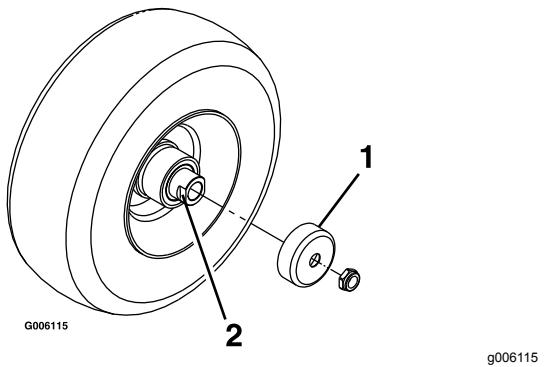

Figura 33
3. Remova os resguardos do vedante do cubo da roda (Figura 33).